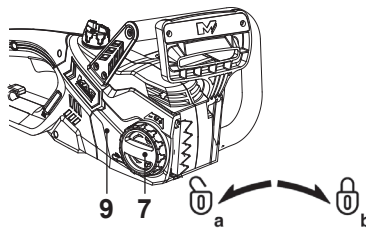

Fig. 1
2. Afloje la cubierta (9) girando la rueda de bloqueo (7) hacia la izquierda (Fig. 1, a) y retire la cubierta.